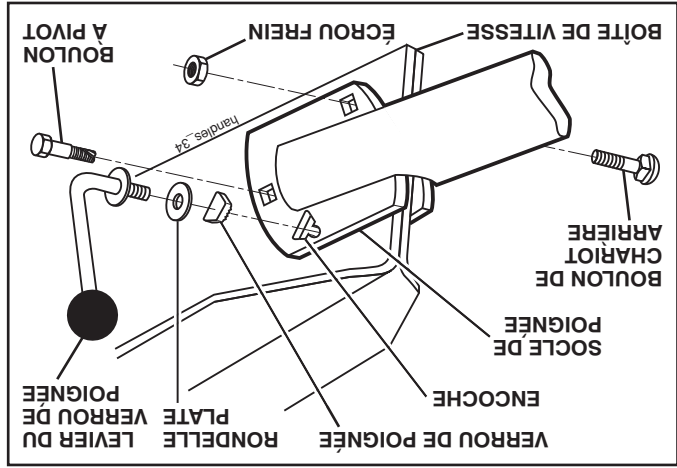

Fig. 5
- Pivotez vers en bas l'ensemble de la poignée. Insérez d'abord le boulon de chariot arrière, avec la tête du boulon sur le côté gauche de la motobineuse et montez l'écrou frein (voir la fig. 5).